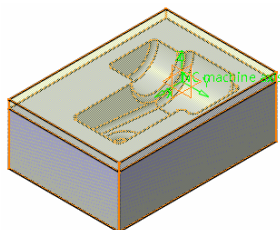

图 3-98 定义毛坯零件 (2)
5) 定义毛坯零件（2）。单击 Stock 按钮，系统自动隐藏“Part Operation”对话框，在图形区创建毛坯实体作为毛坯零件，如图 3-98 所示，然后双击空白处返回“Part Operation”对话框。